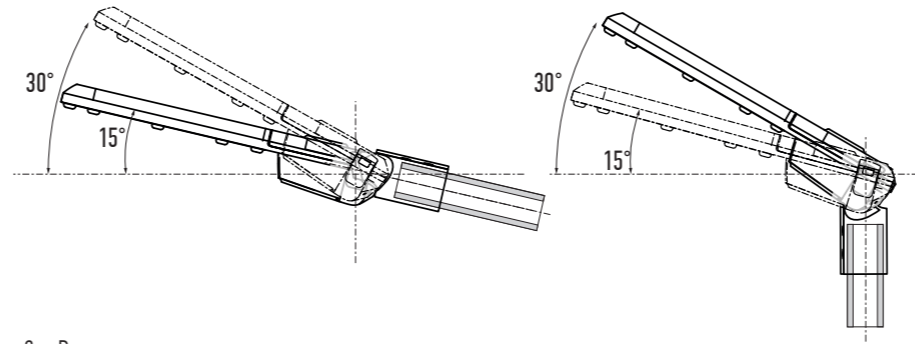

Рис. 3 Регулировка угла наклона светильника при консольном и венчающем креплении на опоре.
3.3 Светильник может быть установлен как на вертикальную опору, так и на Г-образный кронштейн (рис.3).
3.4 Угол наклона корпуса регулируется в диапазоне 0° – 30° (рис.3).